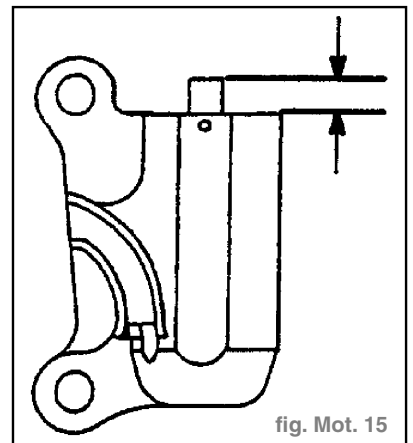

fig. Mot. 15
- Mesurer la longueur de saillie de la tige de tendeur. (fig. Mot. 15)